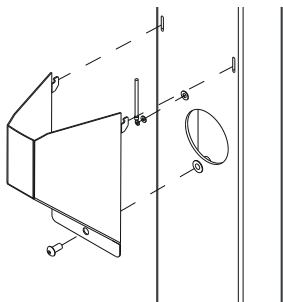

Figure 4 : Fixation du capot de câble
2. Fixez la borne sur le côté supérieur avec deux vis à six pans (diamètre max. 8 mm) à la position indiquée (voir figure 4).